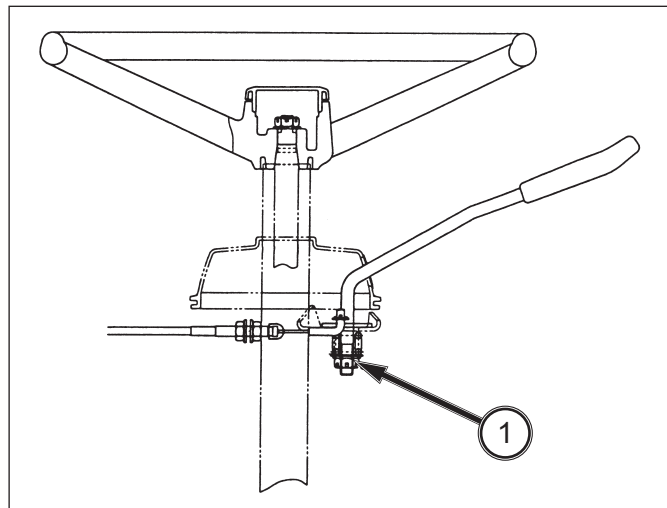

ABB. 144
ABB. 144: Der Handgashebel sollte in der gewählten Stellung verharren. Aufgrund von normalem Verschleiß kann jedoch der Reibwiderstand, der den Hebel in seiner Stellung hält, abnehmen, sodass der Hebel nach einiger Zeit nicht mehr zuverlässig in der gewählten Stellung bleibt. In diesem Fall die Einstellmutter (1) drehen, um den Reibwiderstand nach Bedarf zu erhöhen.